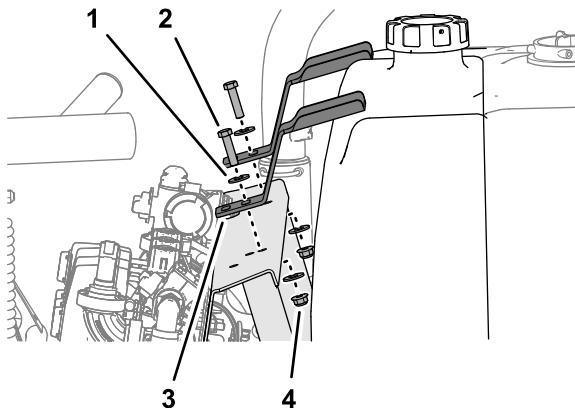

Figura 4
5. Retire los 2 pernos, las 4 arandelas y las 2 contratuerzas con arandela prensada que fijan los 2 soportes de sujeción del depósito de enjuague al bastidor de la válvula y retire los soportes de sujeción (**Figura 4**).
enjuague al bastidor de la válvula y retire los soportes de sujeción (**Figura 4**).